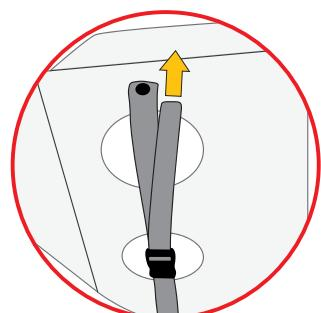

Fig. 18
- fermer les boucles en nylon et tendre les sangles (fig. 18).